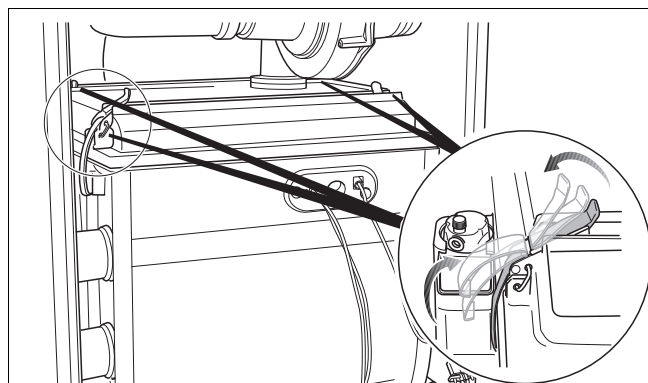

Fig. 103 Snaplukningerne åbnes
- Åbn de 4 snaplukninger på brænderens afdækning (fig. 103). Snaplukningerne kan være under spænding.